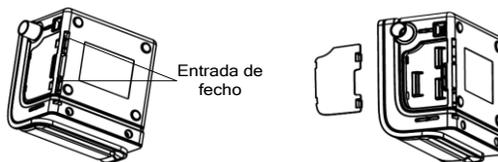

Fig. 4-1
(1) Vire o dispositivo principal ao contrário e encontre a entrada de fecho no fundo, como mostrado na Fig. 4-1.
(2) Retire a protecção inserindo uma ferramenta plana na entrada de fecho.